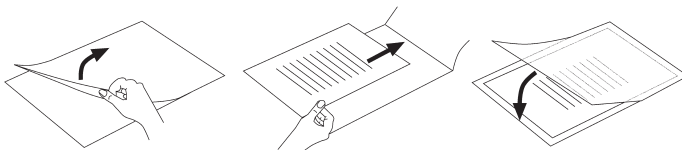

Abb. 2
- Beachten Sie, dass Sie lediglich eine Folie zum Laminieren verwenden. Klappen Sie diese vorher auf, wie beispielsweise in Abb. 2 dargestellt.
- ▶ Beachten Sie, dass Sie lediglich eine Folie zum Laminieren verwenden. Klappen Sie diese vorher auf, wie beispielsweise in Abb. 2 dargestellt.